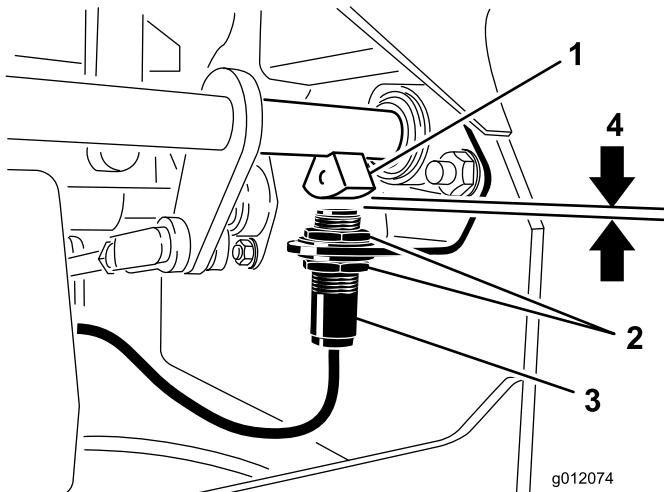

Figura 51
- Desloque o interruptor para cima ou para baixo no suporte até que a distância entre o sensor do eixo do travão e o êmbolo do interruptor seja de 3,9 mm (Figura 51).